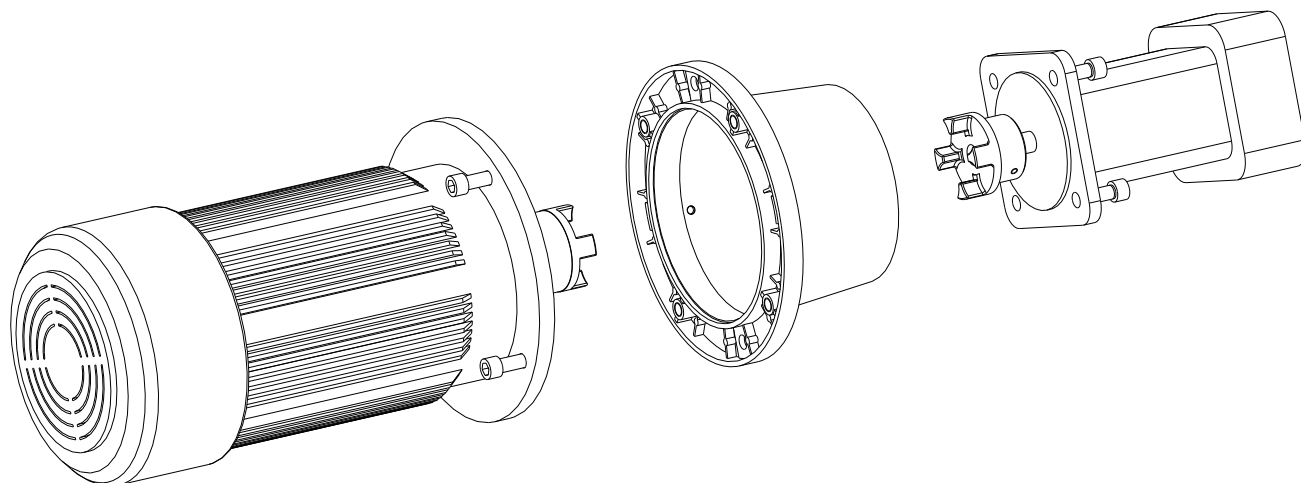

Fig. 3 : Montage pompe et moteur électrique avec lanterne
- La lanterne est centrée puis fixée (voir fig. 3) sur le moteur et la pompe. Pour fixer la lanterne sur le moteur il faut utiliser **uniquement** les trous taraudés.